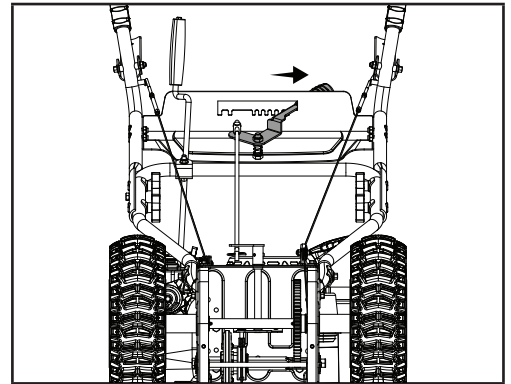
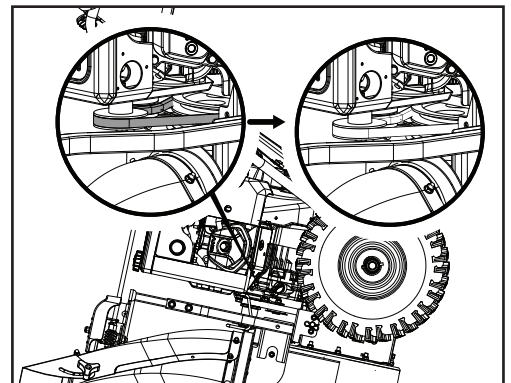

Figure 28A
Figure 28B
- Faites glisser la poignée de réglage de vitesse vers la droite (figure 28A) et retirez la courroie en la coupant ou enlevez tout morceau de courroie si celle-ci est déjà fendue (figure 28B). Si vous devez couper la courroie, faites attention à la poulie et au bras de tension car ils sont tendus par un ressort et pourraient, par conséquent, causer des blessures lors de la coupe.